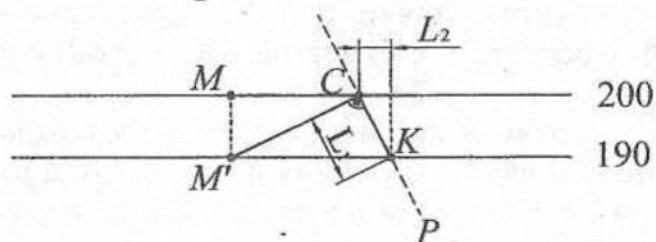

Рис.7. Схема к решению задачи 7
2. На плане по заданным исходным данным провести по две горизонтали для каждой из плоскостей с сечением 10 м («старшую» с отметкой 200 м (+ $\Delta Z$ )) (рис.7).